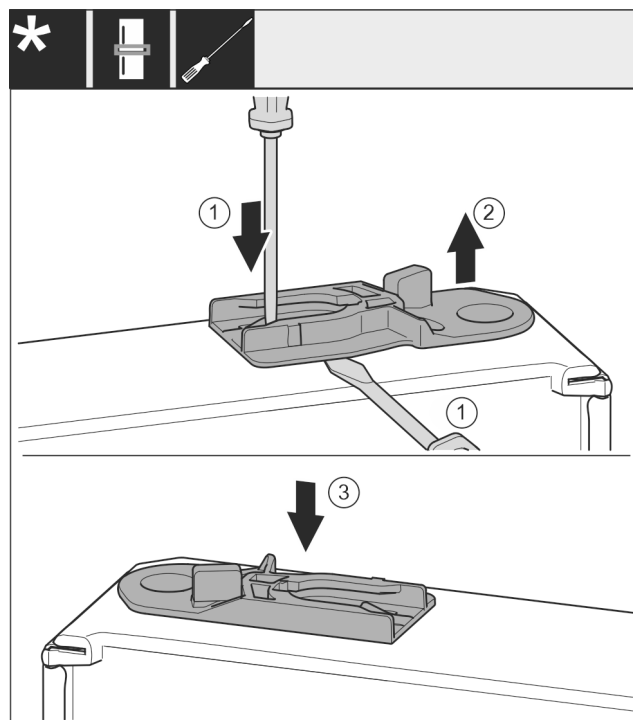

Fig. 38
- ▶ Wyjąć tuleję prowadzącą: Nakładkę wcisnąć przy pomocy śrubokręta i jednocześnie przesunąć śrubokrętem pod tuleję prowadzącą. Fig. 38 (1, 2)
- ▶ Tuleję prowadzącą, objętą zakresem dostawy wsunąć po drugiej stronie obudowy. Fig. 38 (3)